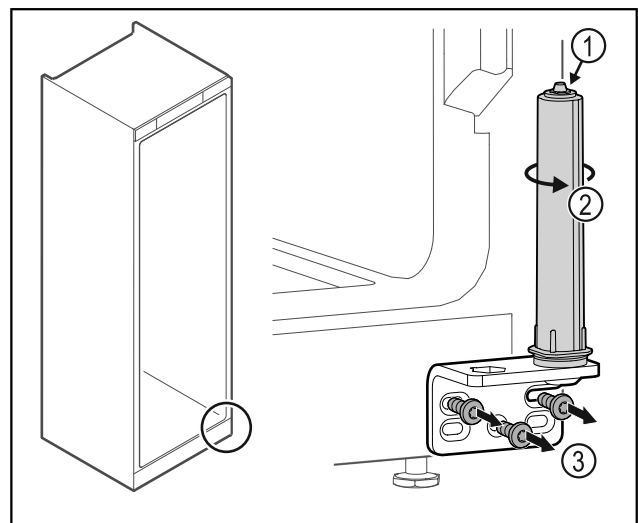

Fig. 38
- ▶ Neardykite durų uždarymo sistemos Fig. 38 (1).
- ▶ Sukite uždarymo sistemą Fig. 38 (2), kol ji užsifiksuos.
- ▶ Atsukite šarnyrinį kamputį Fig. 38 (3).